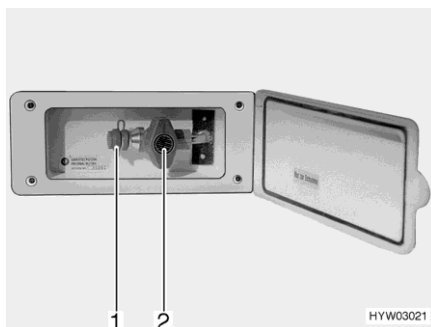

Bild 116 Extern gasanslutning
- Anslut den externa gasapparaten till anslutningar (Bild 116,1).
- Öppna gasavstängningsventilen (Bild 116,2).